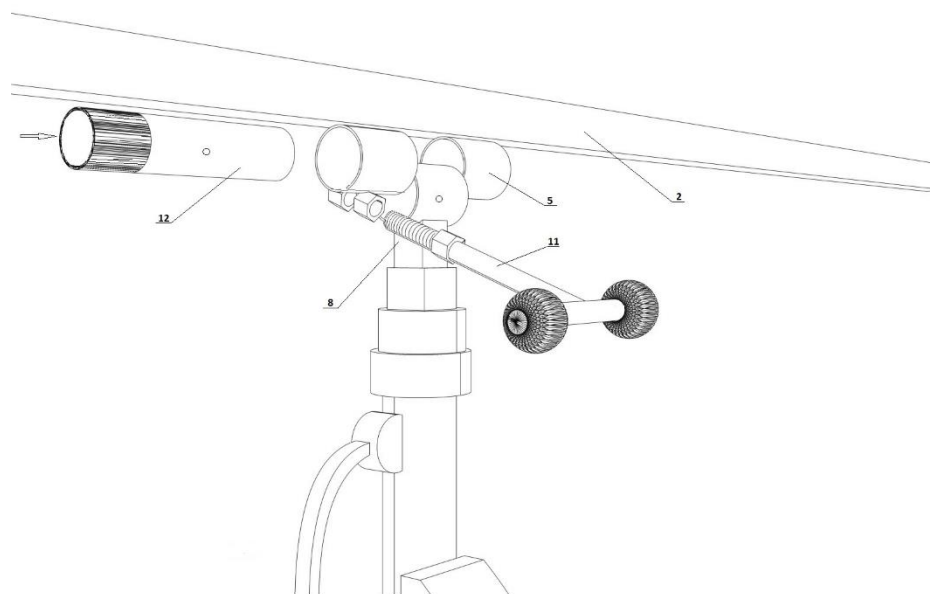

Рис.3
| 1. Корпусная мачта | 12. Ось шарнира поворотного (рис. 3) |
5.4 Установите корпус-мачту вертикально. Вставьте в проушину шарнира поворотного (5) продольной балки (2) втулку удлинителя выдвижной штанги (8), проденьте ось шарнира (12) и зафиксируйте ее стопорным винтом через отверстие во втулке удлинителя выдвижной штанги (см. рис. 3). Ввинтите в зажимную втулку поворотного шарнира рычаг (11). (см. рис.3).